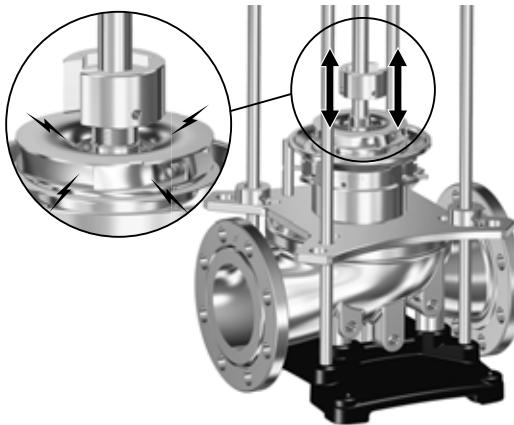

Рис. 27 Установка рабочего колеса (49 или 49a) на валу насоса (51) при помощи приспособления С
1. Установите всасывающий узел (44) поверх вала насоса (51), который установлен в приспособлении H1 или H2.
4. Поверните приспособление С и ударьте им по цанге (49b), чтобы зафиксировать рабочее колесо (49 или 49a) на валу насоса (51). См. рис. 27.